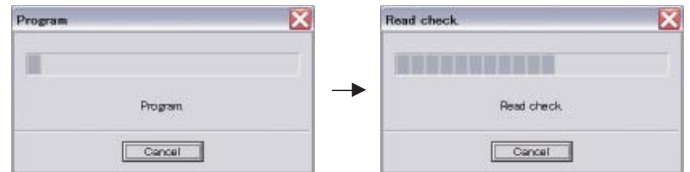

Fig. 5
6. Click [E.P.R.], then the "Erase" screen appears. (Fig. 5)
6. [E.P.R.] をクリックすると、「Erase」が表示されます。(Fig. 5)
7. Click [OK] to start writing. (Fig. 5)
7. [OK] をクリックして書き込みを開始します。(Fig. 5)